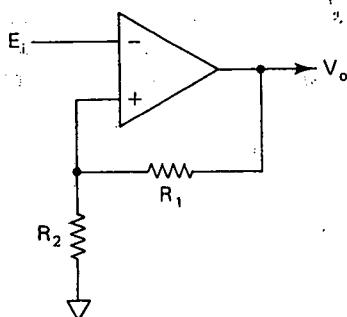

FIGURA P4-2
- 4-2.** En la figura P4-2, $R_1 = 25 \text{ k}\Omega$ y $R_2 = 5 \text{k}\Omega$. Suponga, para simplificar que $\pm V_{sat} = \pm 15 \text{ V}$. Calcule (a) V_{UT} ; (b) V_{LT} ; (c) V_H .